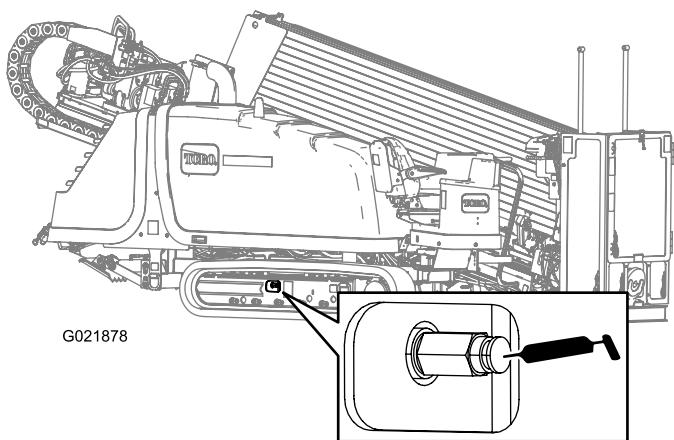

Figura 137
2. Remova a sujeira e as impurezas ao redor da válvula de alívio (Figura 137).
4. Aplique graxa na graxeira até a tensão atingir o valor de 22,063 kPa (3,200 psi) como mostra a Figura 137.
4. Gire a válvula de alívio no sentido anti-horário, **dando no máximo 1 volta** (Figura 137).